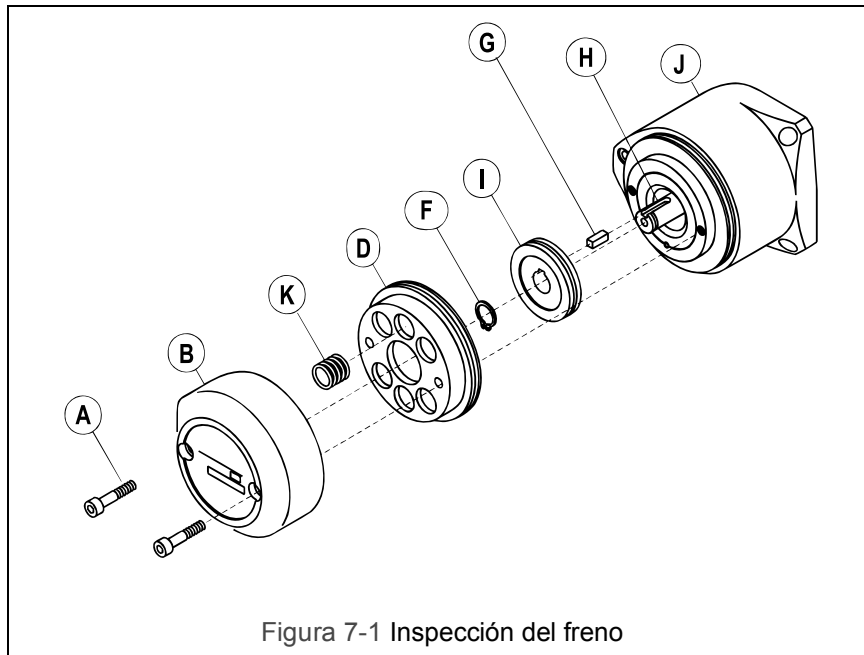

Figura 7-1 Inspección del freno
7.1.3 A continuación se presenta el procedimiento de inspección del freno del polipasto. Consulte la Figura 7-1.